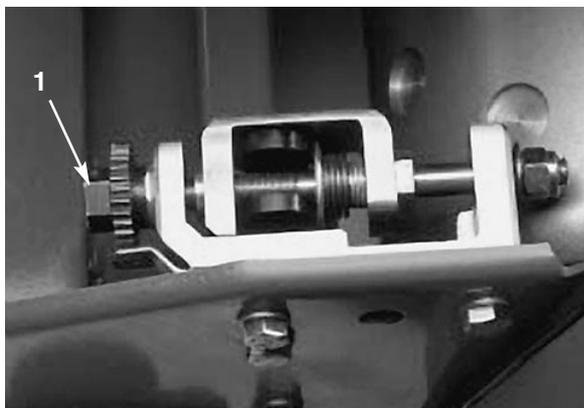

Fig. 4
1. Amener la tondeuse sur une surface plane et horizontale. Vérifier qu'il n'y a plus de contact du cylindre en desserrant les écrous de blocage des vis de réglage de la contre-lame et en tournant les vis de réglage dans le sens inverse des aiguilles d'une montre (Fig. 4).
3. A une extrémité du bord avant du cylindre, introduire une longue bande de papier entre le cylindre et la contre-lame (Fig. 5). Faire tourner le cylindre en avant et serrer simultanément la vis de réglage de la contre-lame (du même côté que le cylindre), un cran à la fois, jusqu'à ce que le papier soit légèrement pincé quand il est introduit par l'avant parallèlement à la contre-lame. On sent alors une légère résistance quand on tire sur la bande de papier (Fig. 4).